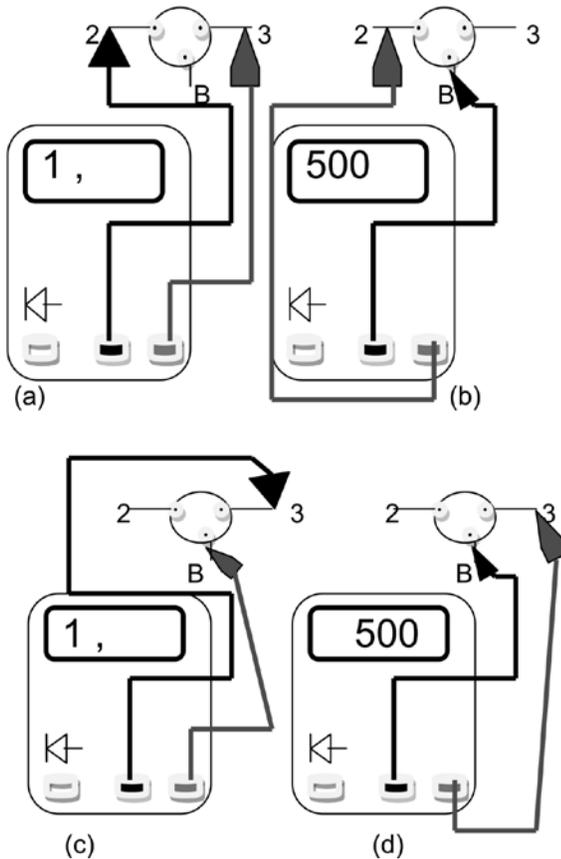

FIGURA 107 – TESTE DE TRANSISTOR PNP
Então, com a base identificada, resta descobrir o tipo de transistor que está sendo medido, NPN ou PNP, e saber se eles estão bons ou não. Encoste uma das pontas de prova na base “B” (1) e a outra ponta de prova no terminal (2). Depois, inverta as posições (figuras 107 a, b e figura 107 c, d). Uma dessas posições será a polarização direta da junção base-terminal 2, a outra será a polarização inversa, o que poderá ser determinado pela leitura do *display* ($500\ \Omega$ e “1” no dígito mais significativo, respectivamente). Repita o teste com uma ponta de prova na base e a outra no terminal, também obtendo uma polarização direta e outra inversa (figura 107 a, b, e figura 107 c, d).